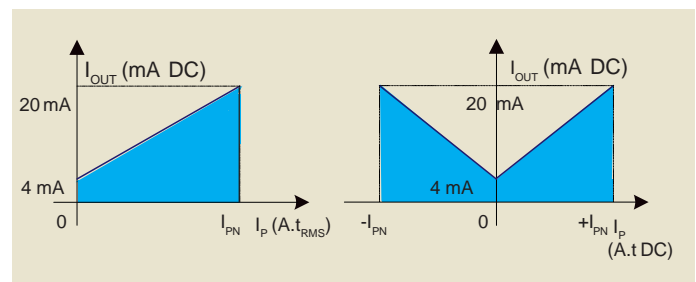

Bild 8: Ausgangsstrom als Funktion des Primärstroms für die HT...SRID Baureihe.
4...20 mA Echt-Effektiv Stromausgang (Bild 8)